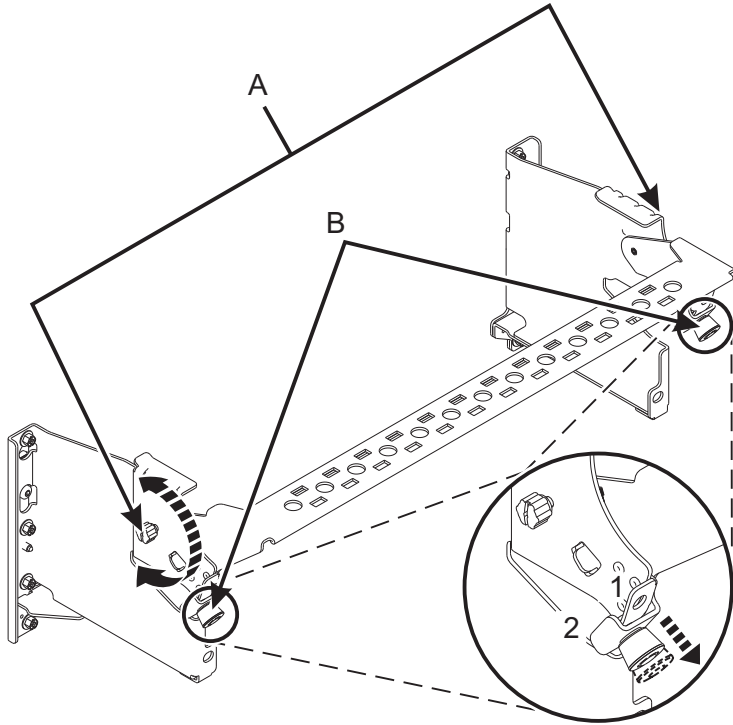

Figure 24. Placement du crochet de routage des câbles en position de fonctionnement
6. Placez le crochet de routage des câbles en position de maintenance. Voir figure 24, à la page 24.